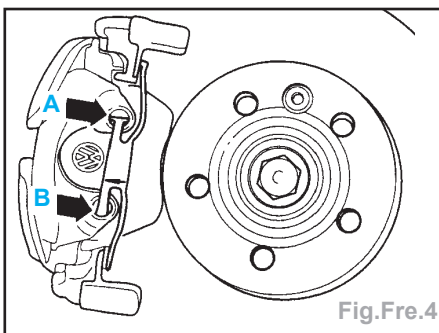

Fig.Fre.4
- Positionner un des côtés de l'étrier de ressort de retenue sous la chape de frein et introduire un ergot dans l'alésage du boîtier (flèche A) (Fig.Fre.4).